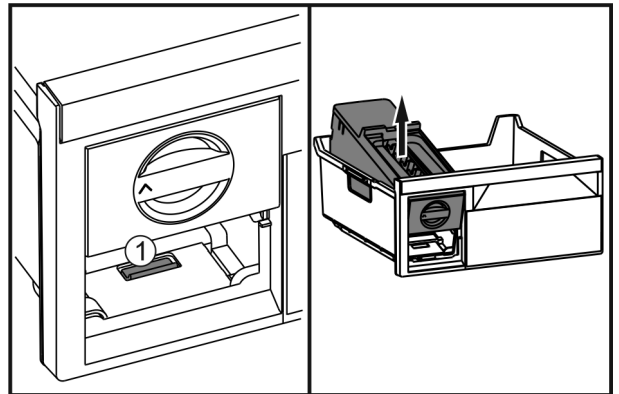

Fig. 67
- ▶ Appuyez sur la languette Fig. 67 (1), soulevez l'EasyTwist-Ice depuis l'arrière et le faire sortir du tiroir de congélation.